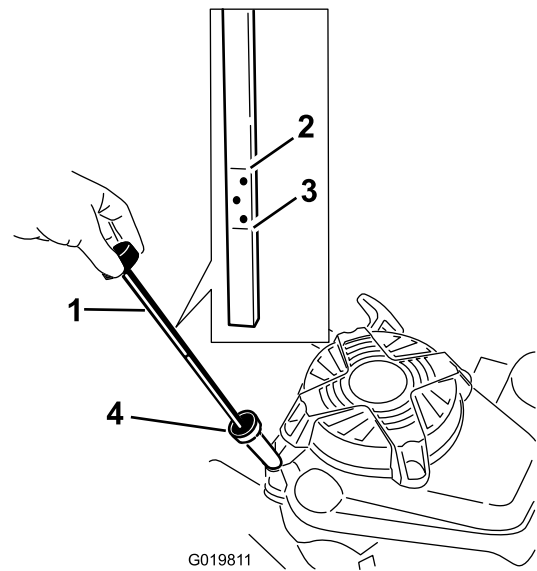

Figure 13
Avant chaque utilisation, vérifiez que le niveau d'huile se situe entre les repères **maximum** et **minimum** sur la jauge (Figure 13).
2. Nettoyez la surface autour de la jauge (Figure 13).
6. Observez le niveau d'huile indiqué par la jauge (Figure 13).